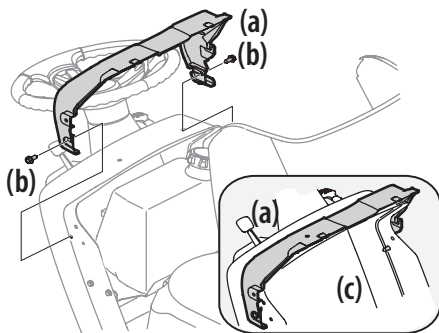

Figura 5
1. Si la cubierta del tablero de instrumentos (a) fue despachada suelta, los elementos de ferretería para fijar la cubierta del tablero de instrumentos (a) se despachan instalados en la cubierta del tablero de instrumentos (a). Extraiga los dos pernos (b) que sujetan la cubierta del tablero de instrumentos (a). Consulte la Figura 5.
2. Monte la cubierta del tablero de instrumentos (a) y alinee los orificios que están entre la parte superior del tablero de instrumentos y la cubierta del tablero de instrumentos. Consulte la Figura 5.
3. Fije la cubierta del tablero de instrumentos (a) al tablero (c) con los pernos (b) que retiró en el Paso 1. Consulte la Figura 5.